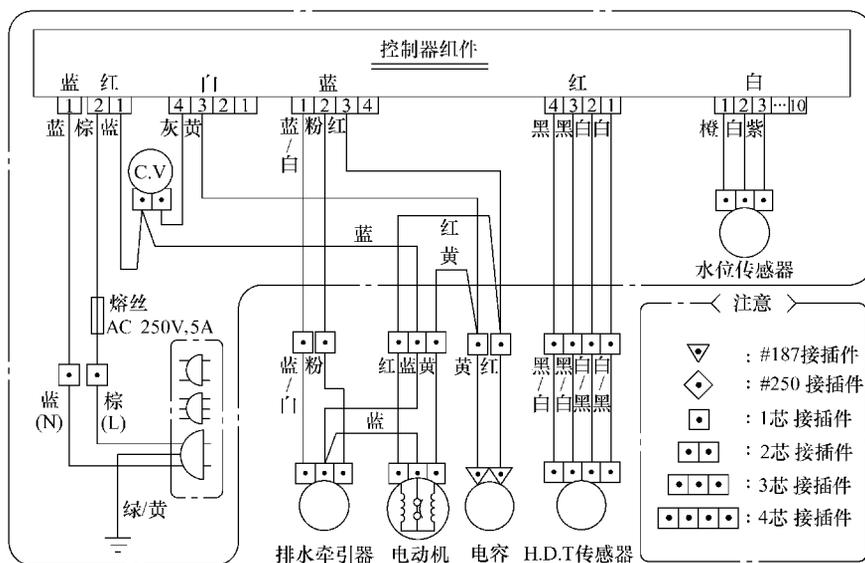

图 6-31 LG XQB70 - 17SG 型波轮式洗衣机电路
**【附注】**LG XQB70 - 17SG 型波轮式洗衣机电路如图 6-31 所示。